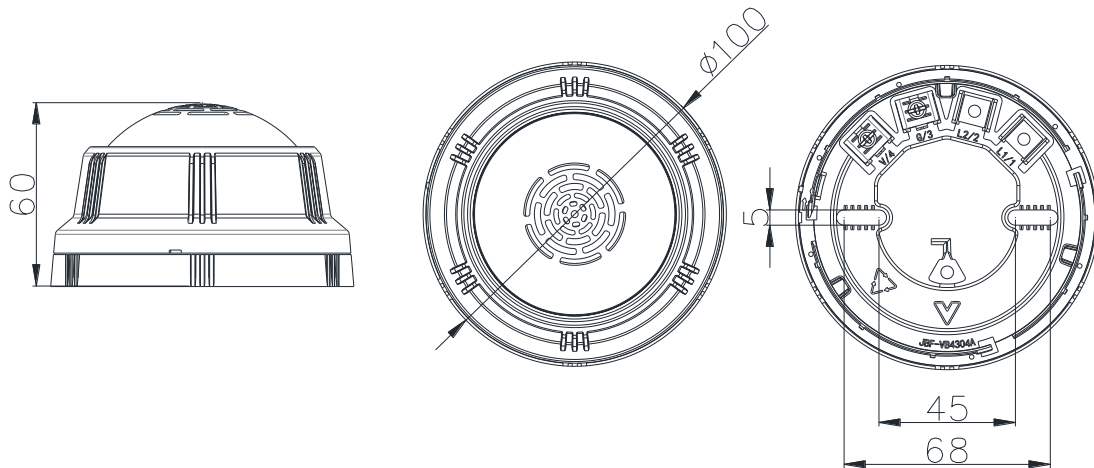

图 1 外形及安装尺寸图
- 布线施工后，将火灾声光警报器底座固定在墙上（使用 M4 螺钉），安装孔距为 45mm~68mm，外形及安装尺寸如图 1 所示。